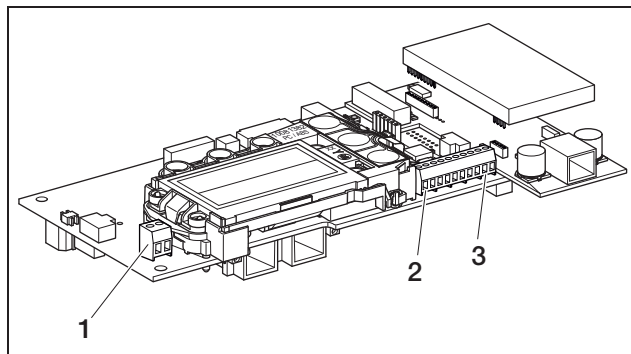

Figure 61: Connexions de la carte de communication II
- Raccordez les câbles à la borne correspondante (figure 61, position 1).
- Raccordez les câbles conformément à l'affectation des raccordements (tableau 11) à la borne (4 à la figure 61).